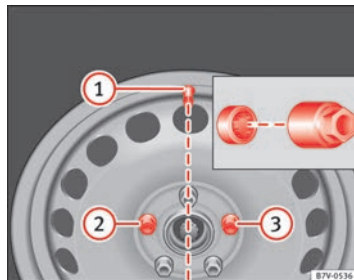

Fig. 184 Cambio de rueda: Válvula del neumático ① y ubicación del tornillo antirrobo de la rueda ② o ③.
Antes de colocar el tapacubos integral, el tornillo antirrobo de la rueda debe estar enroscado en la posición ⇒ fig. 184 ② ó ③. De lo contrario no podrá montar el tapacubos integral.
Presione el tapacubos integral contra la llanta de modo que el hueco de la válvula coincida con la válvula del neumático ⇒ fig. 184 ①. Asegúrese de que el tapacubos quede correctamente encajado en todo su perímetro. ■
En ruedas con embellecedor integral, el tornillo antirrobo de la rueda debe estar enroscado en la posición ⇒ fig. 184 ② ó ③. De lo contrario no podrá montar el tapacubos integral. ►
- Enrosque el tornillo antirrobo de la rueda con el adaptador en la posición ⇒ fig. 184 ② ⑥ ③ en el sentido de las agujas del reloj, y apriételo ligeramente.